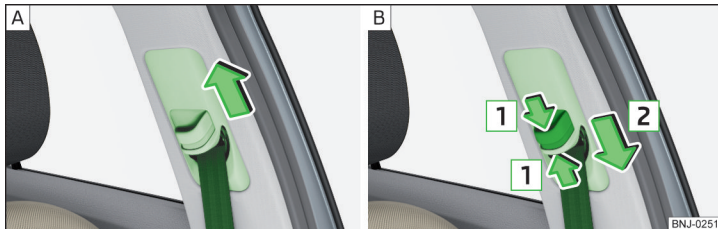

Abb. 5 Gurthöheneinstellung für die Vordersitze
➤ Den Umlenkbeschlag **nach oben** in Pfeilrichtung verschieben » Abb. 5 - A.
- **Oder:** Die Sicherung in Richtung der Pfeile **1** zusammendrücken und den Umlenkbeschlag **nach unten** in Pfeilrichtung **2** verschieben » Abb. 5 - B.